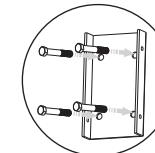
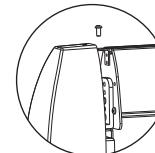
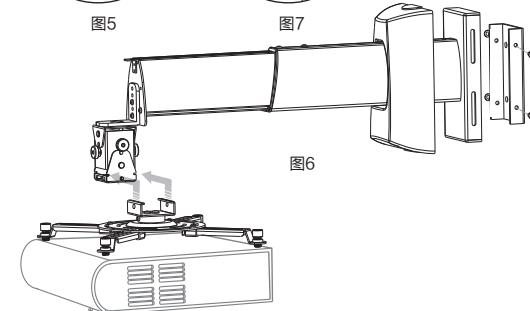

图5
图7
图6
- ② 把墙壁固定件安装到墙壁上(根据墙壁的材质选择配件中的螺丝, 配件⑦适用于混凝土墙壁, 配件⑧适用于木板墙壁)如图5。然后, 把支杆总成安装到墙壁固定件上, 以螺丝(配件5)紧固, 再将安装支架(已安装于投影机上)滑入角度调节器, 然后装上(配件⑥)螺丝, 如图6。把顶盖套入安装前端, 紧固螺丝(配件6), 如图7。